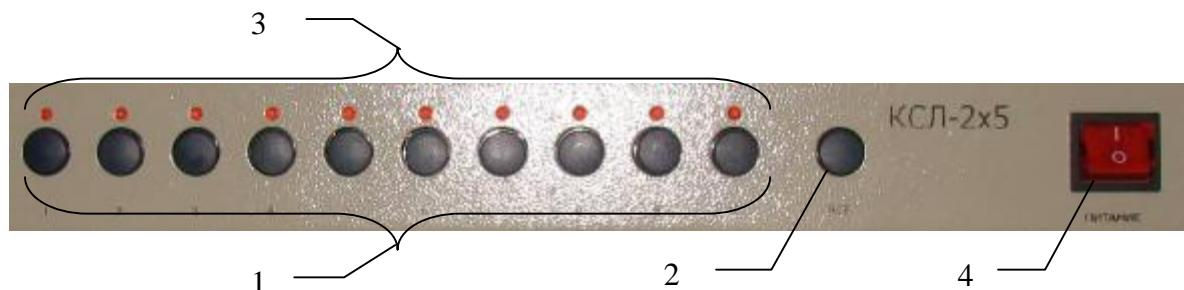
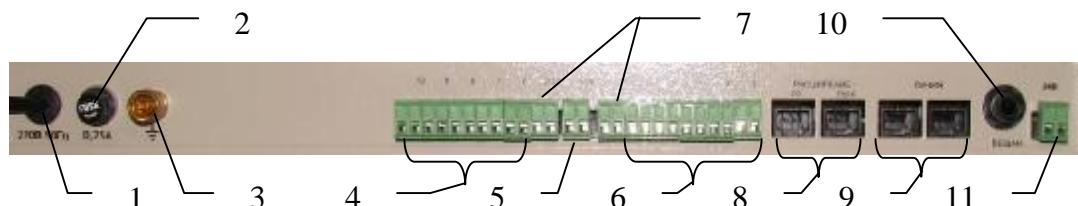

Рисунок 1 – Вид лицевой панели
Рисунок 2 – Вид задней панели
Коммутатор конструктивно выполнен в виде корпуса для установки в 19-ти дюймовую стойку. На лицевой панели коммутатора находятся такие органы управления и индикации (см. рис. 1).
На задней панели коммутатора расположены (см. рис. 2):
2.2.9 Подключить фидерные линии, коммутируемые источники и линии связи и управления (см. рис.2). Если коммутируемый источник один, то клеммы подключения коммутируемых источников необходимо запараллелить. Полярности значения не имеют.
2.2.10 При необходимости подключить источник аварийного напряжения 24В (см. рис.2). Полярность значения не имеет.
Для того чтобы скоммутировать источник на фидерную линию, пользователь однократно нажимает соответствующую кнопку на лицевой панели коммутатора (см. рис.1). При этом соответствующий индикатор загорится. При необходимости отключить скоммутированную фидерную линию достаточно еще раз однократно нажать соответствующую кнопку, при этом соответствующий индикатор потухнет. Для коммутации источника (или источников) на все фидерные линии достаточно на лицевой панели нажать кнопку “ВСЕ” (см. рис.1), после чего все индикаторы загорятся. Повторное нажатие этой кнопки приведет к переходу коммутатора в исходное состояние (освобождение всех фидерных линий). Для любого силового выхода справедливо: если он не скоммутирован на силовой вход (рисунок 2, позиция 7), то он скоммутирован на силовой источник фонового сигнала (рисунок 2, позиция 5).